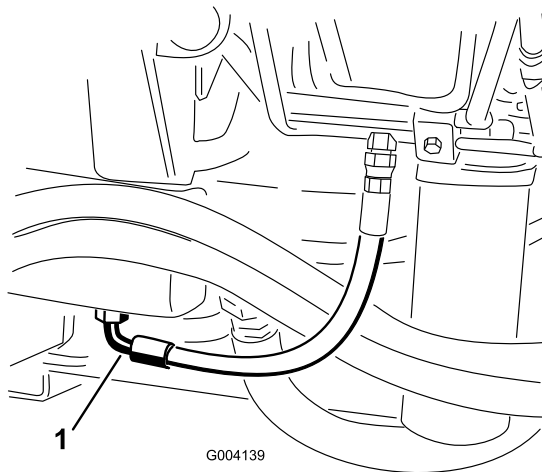

Figura 68
2. Collocate una bacinella di grandi dimensioni sotto il raccordo previsto sulla base del serbatoio del fluido idraulico (Figura 68).